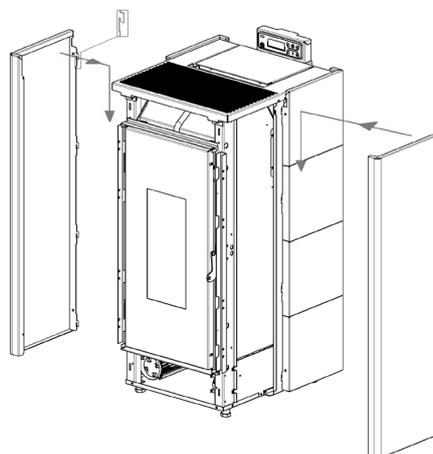

Fig. 38 - Pripnite plošče
- Pripnite barvne plošče: sprednji del se mora ujemati in zaskočiti med vodila na peči, nato pa zadaj pripnite z zobci (gl. **Fig. 38**).